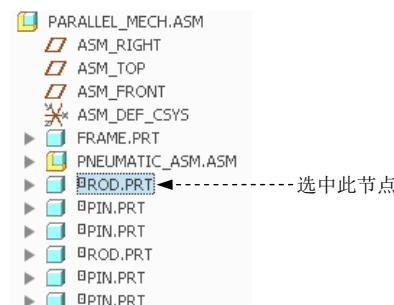

图 3.17.39 选取复制零件
Step1. 选取复制零件。在模型树中选中图 3.17.39 所示的“ROD.prt”节点。